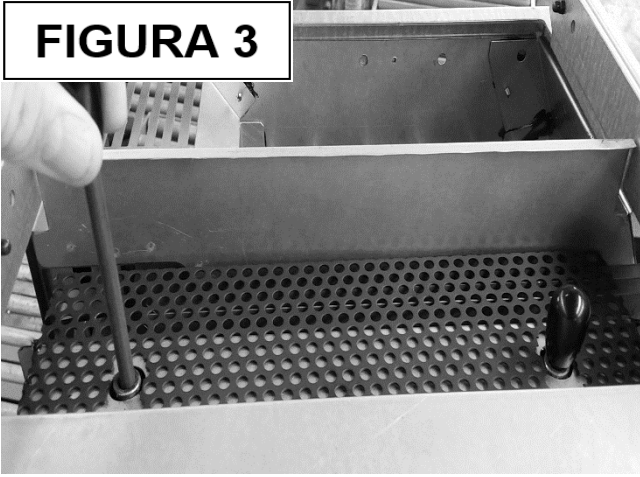
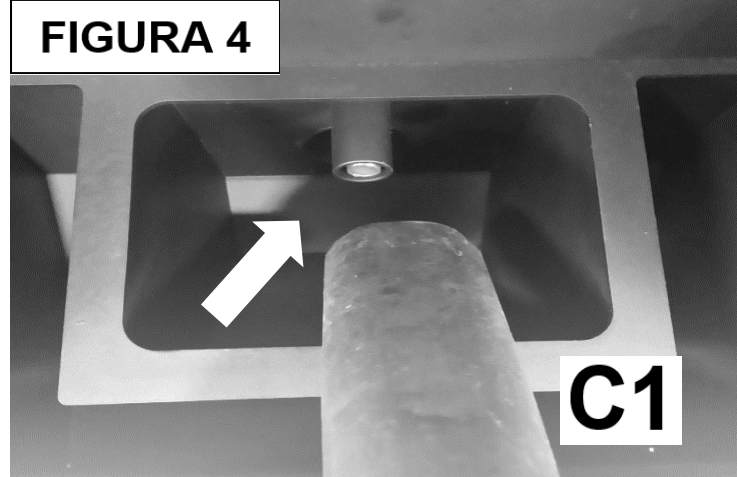

FIGURA 4
FIGURA 5
- Vyčistěte (Figura 5) popel, vyjměte hořeniště a vysajte z jeho oblasti popel C1 (Figura 4).